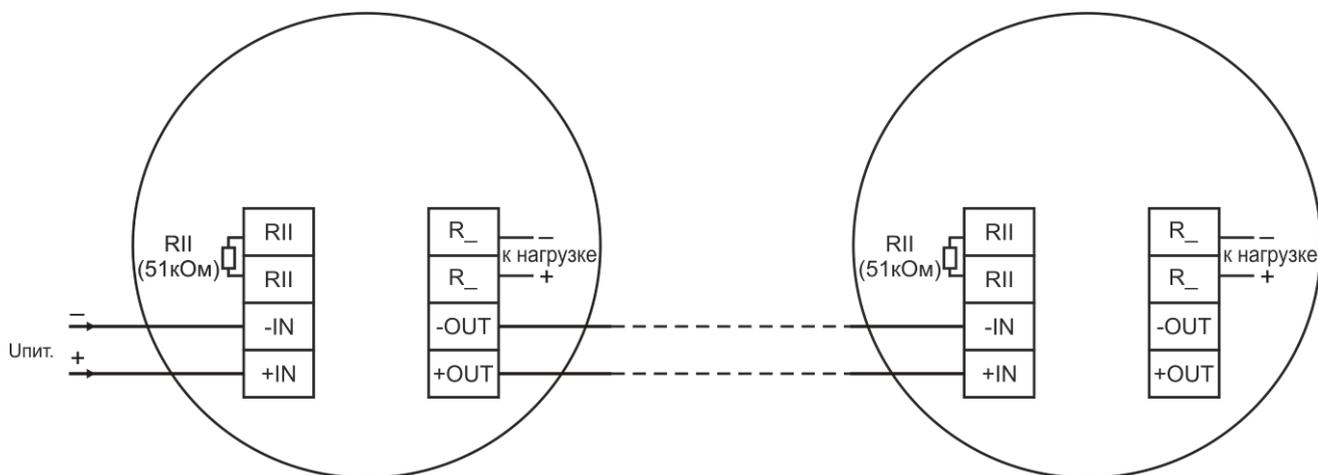

Рисунок 4 – Схема подключения УДП
УДП подключается на замыкание цепи согласно рис. 4.
Подключение УДП осуществляется на замыкание, см. рис. 4 и 5.
- осуществить монтаж соединительного кабеля в кабельном вводе и соединить проводники в соответствии со схемой подключения, рис. 4 и 5.